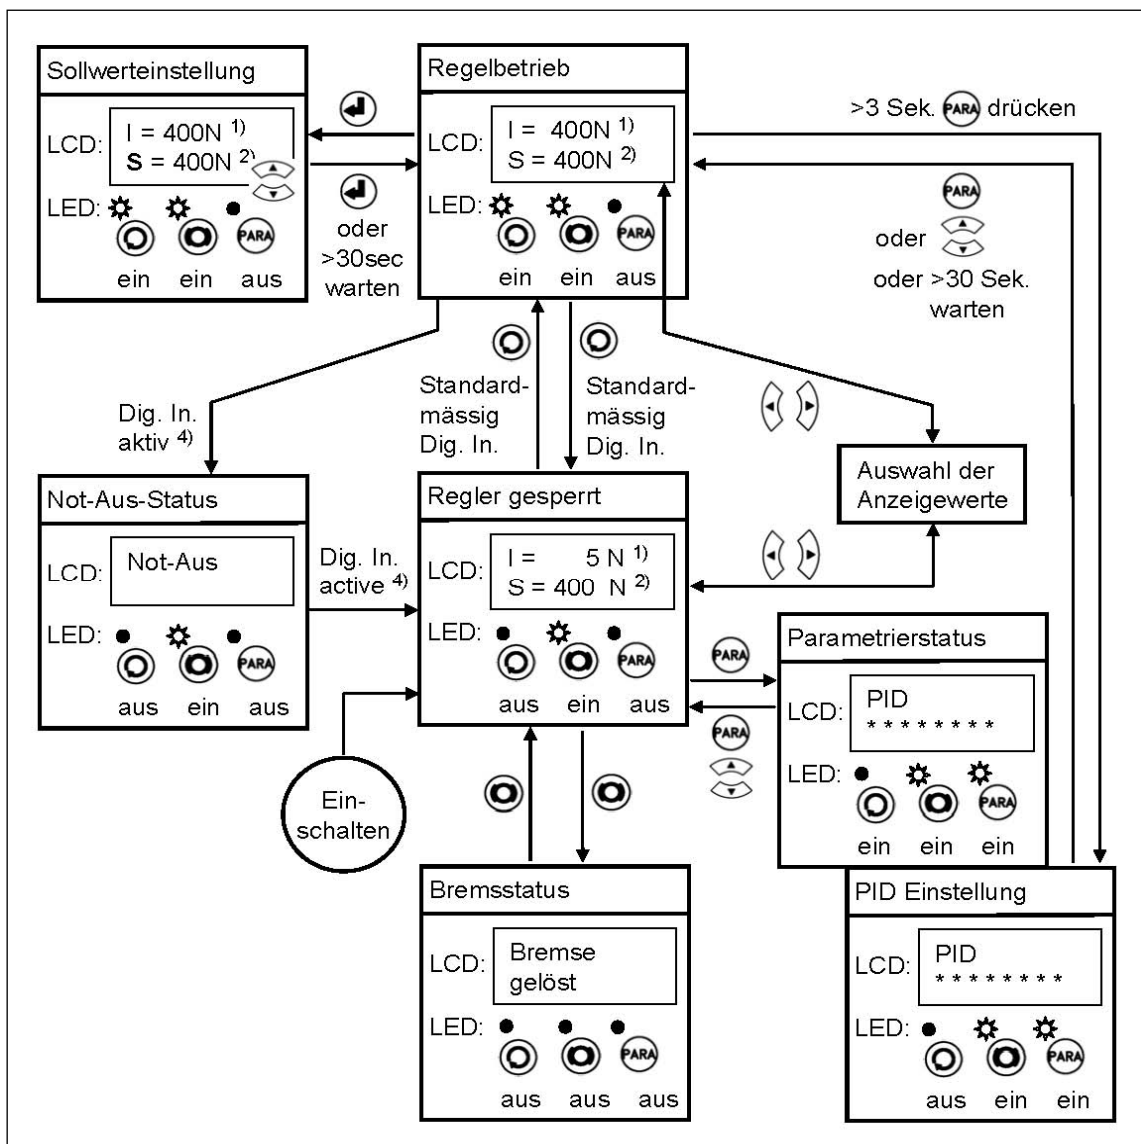

Bild 18: Betriebszustände für Bremsanwendungen
2. In "Regelbetrieb" gehen (siehe Bild 18 oder 19)